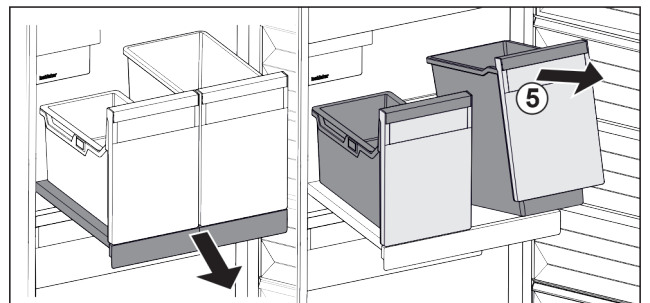

Fig. 84
- ▶ Behälter Fig. 84 (5) vorne anheben.